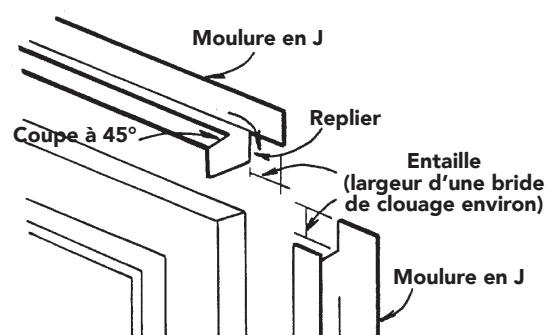

Figure 55
- Découper les moulures en J latérales (hauteur du cadre de fenêtre plus largeur des moulures supérieure et inférieure). Entailler les moulures en J latérales en haut; entailler et replier les rabats (Figure 55) dans la moulure inférieure. Poser les moulures latérales.
- Découper la moulure en J supérieure (longueur du cadre de fenêtre plus largeur des moulures latérales); entailler chaque extrémité de la moulure, puis replier les rabats dans les moulures latérales et fixer la moulure supérieure (Figure 55).